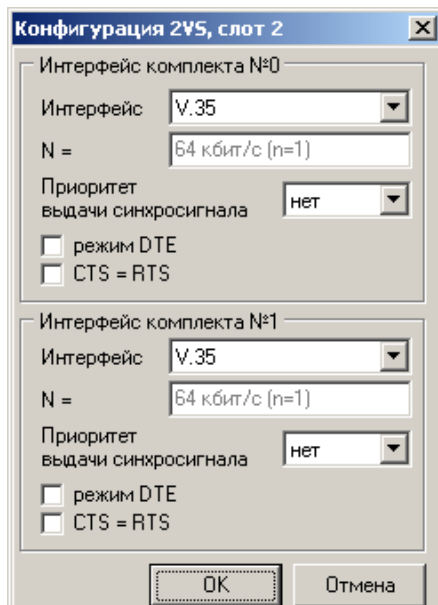

Рисунок 11
- щелкнуть правой кнопкой мыши на изображении нужной платы 2VS и выбрать из контекстного меню пункт «конфигурация платы», после чего появится окно конфигурации (рис. 11);